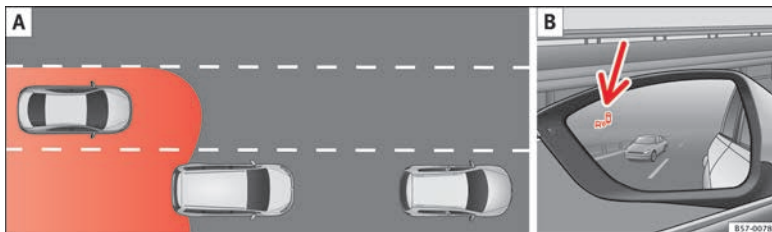
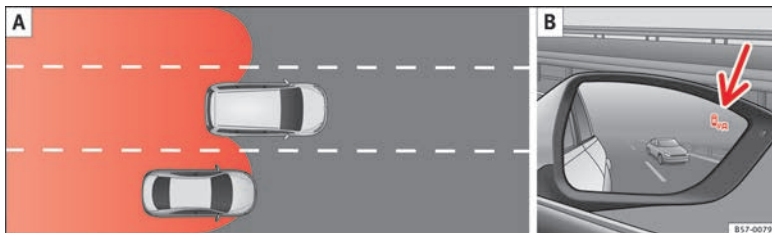

Bild 203 Schematiskt diagram: **A** Omkörningssituation med trafik bakom bilen. **B** Indikering från detektering av döda vinklar i den vänstra sidospiegeln.
Bild 204 Schematiskt diagram: **A** Omkörningssituation och byte till höger körfält. **B** Indikering från detektering av döda vinklar i den högra sidospiegeln.
dan »» bild 202. Sensorerna övervakar både döda vinkeln och trafiken bakom bilen »» bild 203, »» bild 204. Räckvidden på båda sidorna av bilen är något större än körfältets bredd.
I följande situationer visas en indikering i sidospiegeln » **bild 203 B** (pi) eller » **bild 204 B** (pil):
- När bilen körs om av ett annat fordon » **bild 203 A**.
- Vid omkörning av ett annat fordon » **bild 204 A** med en hastighetsskillnad på cirka 10 km/h. Om bilen kör om med en betydligt högre fart så visas ingen indikation.